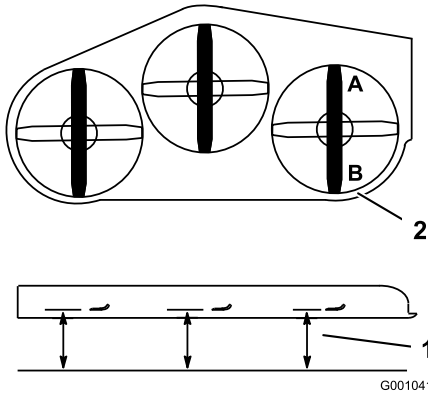

Figure 62
1. Tournez la lame droite dans le sens longitudinal (Figure 62).
2. Mesurez la distance au point **A** entre la surface plane et le tranchant de la pointe de la lame droite (Figure 62).
4. Mesurez la distance au point **B** entre la surface plane et le tranchant de la pointe de la lame droite (Figure 62).
6. La lame doit être plus basse de 6 à 10 mm au point **A** qu'au point **B** (Figure 62). Si ce n'est pas le cas, passez aux étapes suivantes.